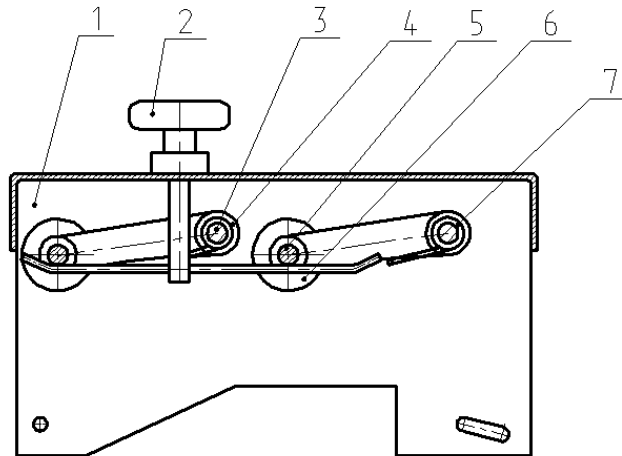

Рис. 5 – Притискний пристрій
5.7 Загальний вигляд притискного пристрою наведено на рис. 5.